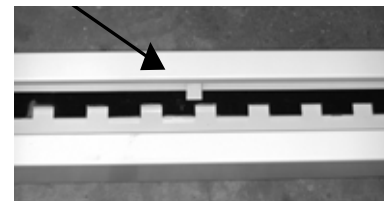

Fig.6
Open de verpakking van de kolommen en leg de kolommen op de installatieplaats. Monteer de vergrendelingsstrips in de kolommen. Let op: dat deze strip achter de strip(1) in het midden van de kolom doorloopt (Fig.6).